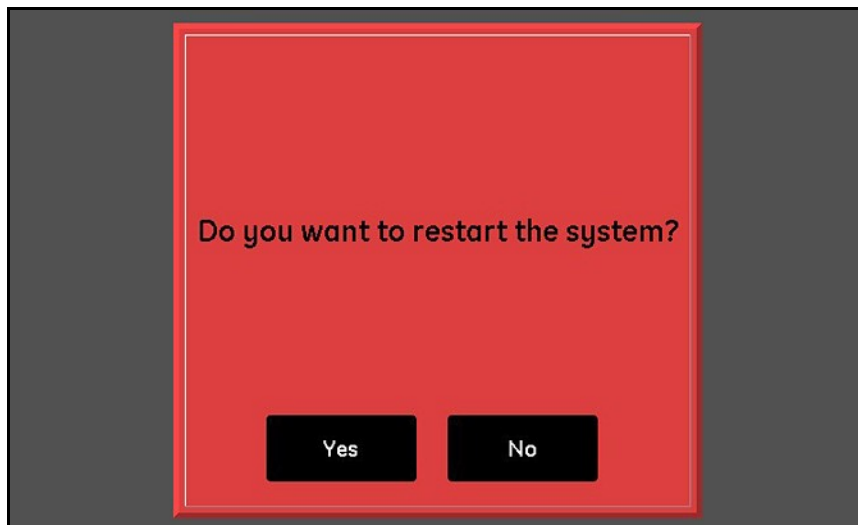

Figura 30: Pantalla de confirmación de reinicio
3. En la pantalla de confirmación que se muestra en la *Figura 30*, pulse el botón **Sí** para reiniciar la unidad o el botón **No** para cancelar la solicitud.
Para reiniciar (apagar y encender) el sistema moisture.IQ, pulse el botón **Reiniciar**. A continuación, pulse **Sí** o **No** cuando aparezca una pantalla de confirmación similar a la de la *Figura 30 en la página 34*.